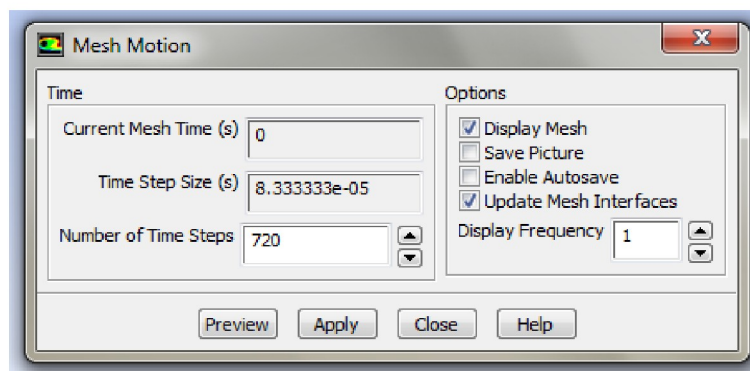

Рисунок 2.30 – Меню предварительного просмотра движения сетки (*Mesh Motion*)
3. Для настройки параметров предварительного просмотра сетки (рисунок 2.30) выполняются следующие действия: